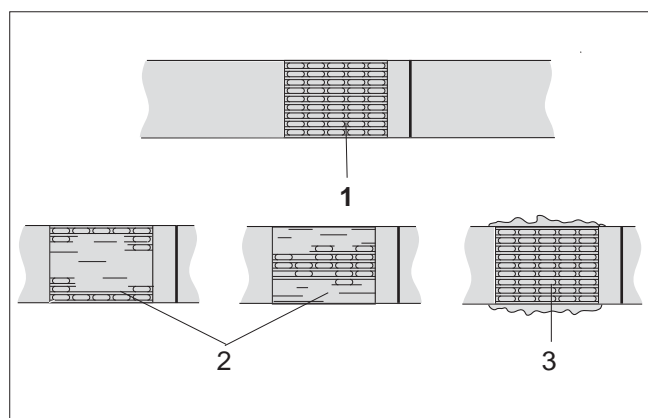

Fig. 9
- Vérifier régulièrement l'aspect de la jonction (voir fig. 9).